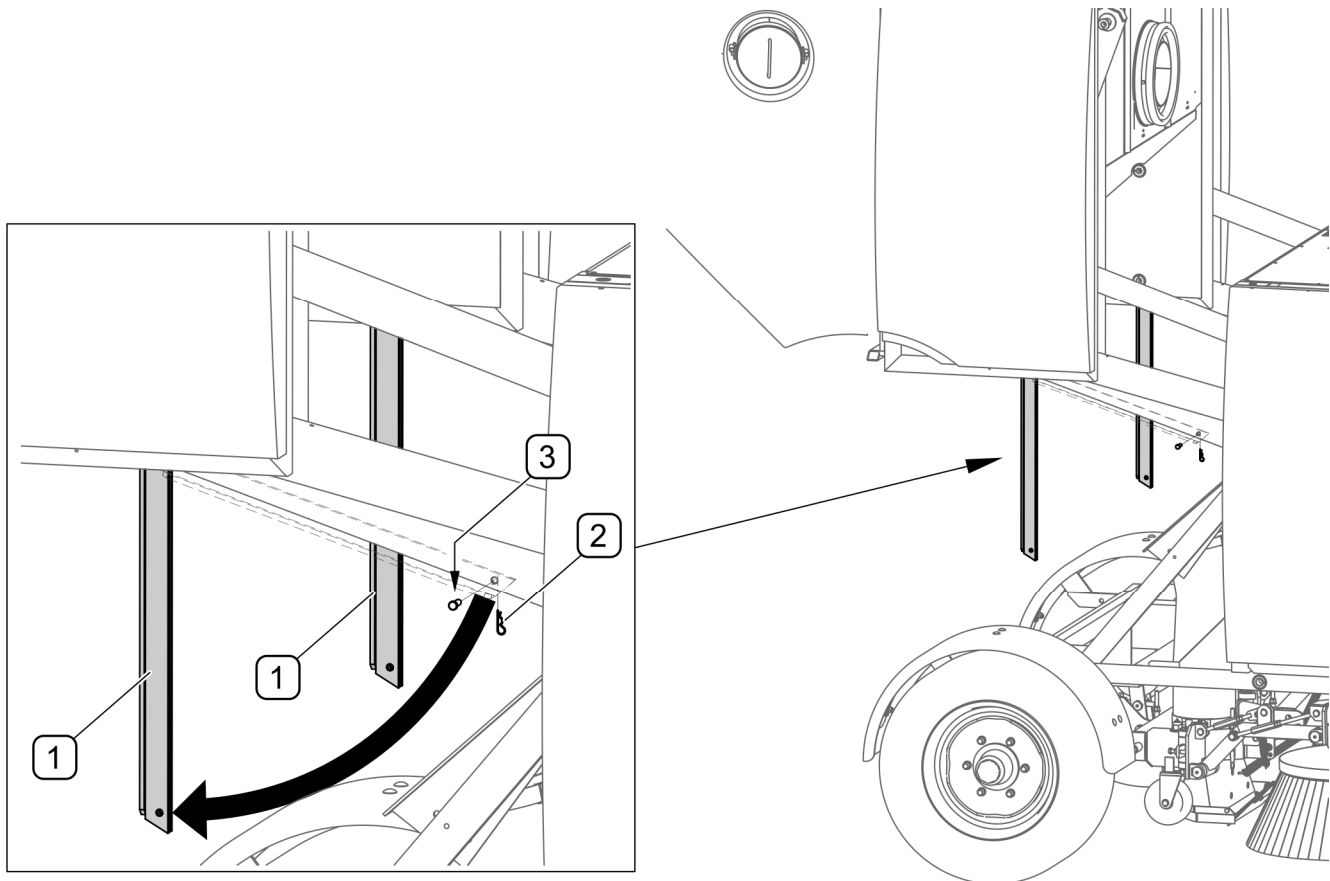

РИСУНОК 5.3 Сервісні опори
(1) - сервісні опори; (2) - шплінт; (3) - палець;
Сервісні опори (1) служать для фіксації бака для сміття в піднятому положенні (РИСУНОК 5.3).